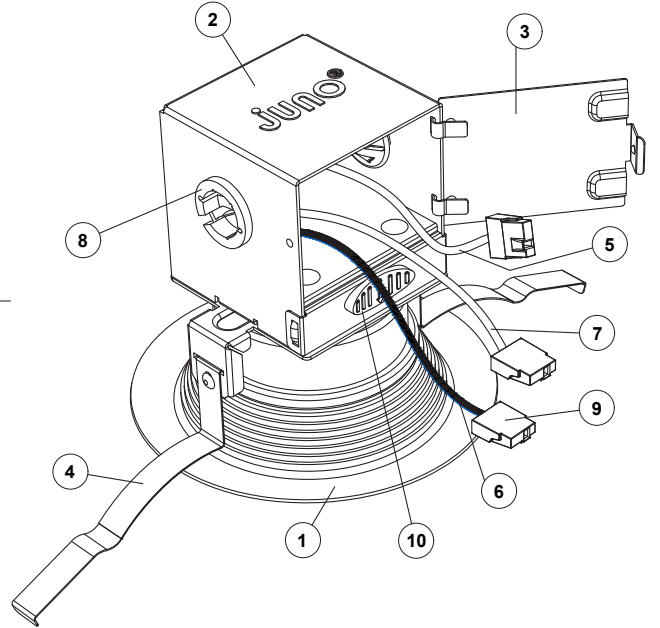

Figure 1 / Figura 1
**WARNING - risk of fire or electric shock. Install this kit only if the construction and features of the luminaire matches the construction and features shown in the drawings (Figure 1 and Figure 2). Do not use if enclosure is broken. To prevent wiring damage or abrasions, do not expose wiring to edges of sheet metal or other sharp objects.**
**AVERTISSEMENT – risque d'incendie ou de choc électrique.** N'installez ce kit que si la mise en place et les caractéristiques du luminaire correspondent à la mise en place et aux caractéristiques illustrées dans les schémas (Figure 1 et Figure 2). Ne pas utiliser si le boîtier de câblage est cassé. Pour éviter des dégâts ou des abrasions lors du câblage, ne placez pas les câbles au contact de bords de tôle ou autres objets tranchants.